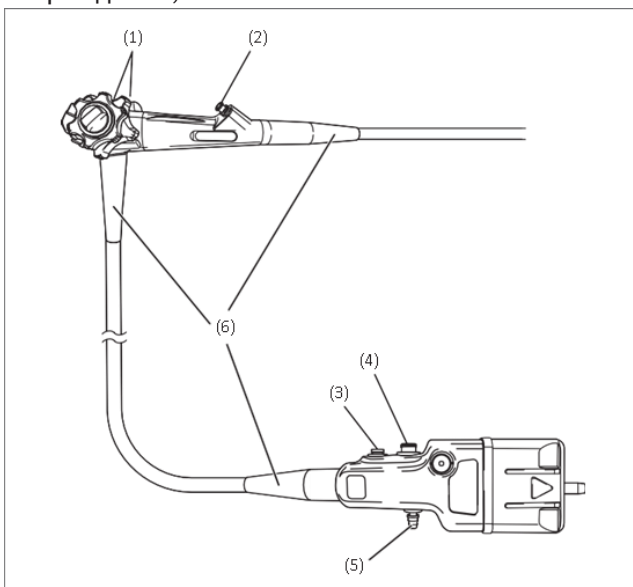

Рис. 4.8
11. Убедитесь, что на корпусе прибора, коннекторе эндоскопа и электрических контактах отсутствуют такие повреждения, как царапины, деформации, расшатанные детали и т. п. Будьте особенно внимательны при проверке деталей (1)-(6), показанных на Рис. 4.8. Через чистую безворсовую ткань осторожно возьмитесь за эти детали и подвигайте их в разных направлениях, чтобы удостовериться в отсутствии расшатывания и других нарушений. (1) Аспирационный цилиндр и цилиндр подачи воздуха/воды; (2) Входное отверстие инструментального канала; (3) Порт водяной струи; (4) Порт для воздуха/воды; (5) Аспирационный ниппель; (6) Компенсаторы механических повреждений;